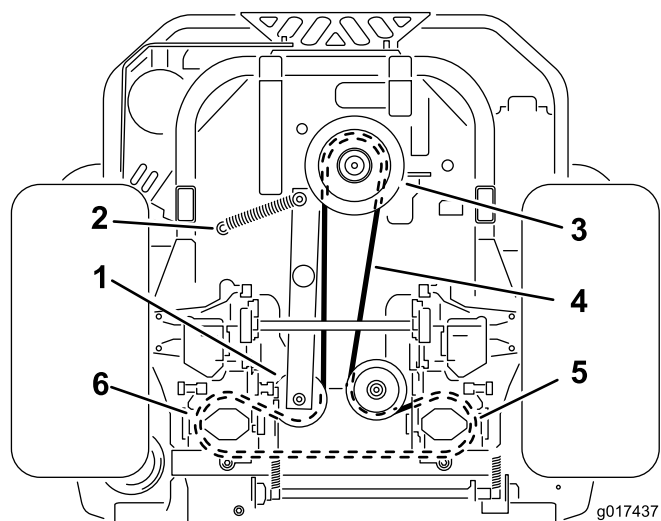

図 59
4. 機体を持ち上げて、ジャッキスタンドで支える (図 59)。
6. ポストからイドラ Springs を外す (図 59)。